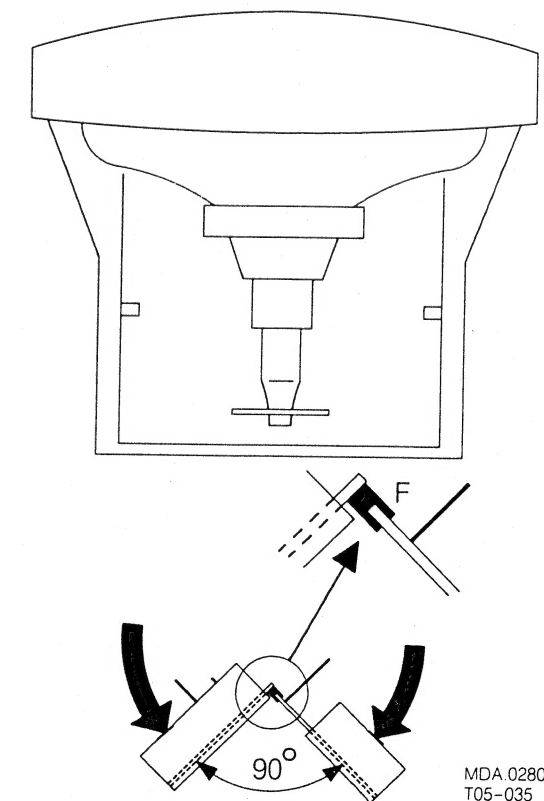

fig. 3.4
3. **Serviceposition für Reparaturen (Abb. 3.4)**